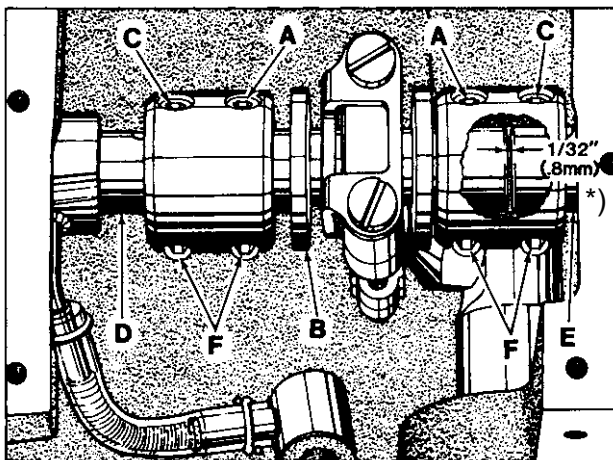

Fig. 19
As viewed looking down from rear of machine, spot screws (A, Fig. 19) in the couplings must align with the spots in the looper drive crank (B) and set screws (C) must align with the flats on crankshaft (D) and mainshaft (E).
Looper drive crank (B, Fig. 19) must be positioned laterally with 1/32 inch (0.8mm ±0.1mm) clearance to the mainshaft (E) as shown in Fig. 19. Once these settings are made, it is very important that the couplings are tightened in the following sequence for the best performance.
Wenn man von hinten auf die Maschine herabsieht, müssen die Schrauben (A, Fig. 19) in den Verschraubungen mit den Spitzlöchern in der Greiferwellenkurbel (B) fluchten und die Schrauben C) müssen mit den Flächen an der Kurbelwelle (D) und der Hauptwelle (E) fluchten.
Die Greiferwellenkurbel (B, Fig. 19) muss seitwärts mit einem Abstand von 0.8 mm ±0.1mm zur Hauptwelle (E) eingestellt sein, wie in Fig. 19 gezeigt. Wenn diese Einstellungen erfolgt sind, ist es sehr wichtig, dass die Verschraubungen für die beste Ergebnisse in der folgenden Reihenfolge angezogen werden.